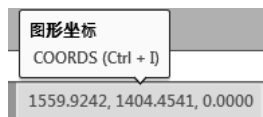

图 3-13 关闭状态下的坐标值
- 关闭状态：颜色变为灰色，并“冻结”关闭时所显示的坐标值，如图 3-13 所示。